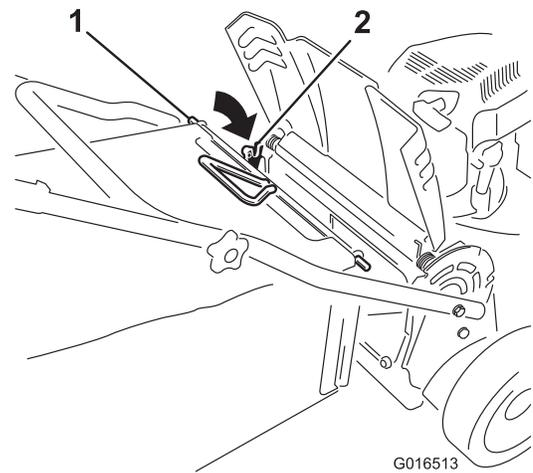

Figuur 27
1. Zet de afvoergeleider aan de achterzijde omhoog en houd hem in deze stand (Figuur 27).
2. Verwijder de afsluiter van het achteruitwerpkanal door de vergrendeling met uw duim naar beneden te drukken en de afsluiter uit de machine te trekken (Figuur 27).